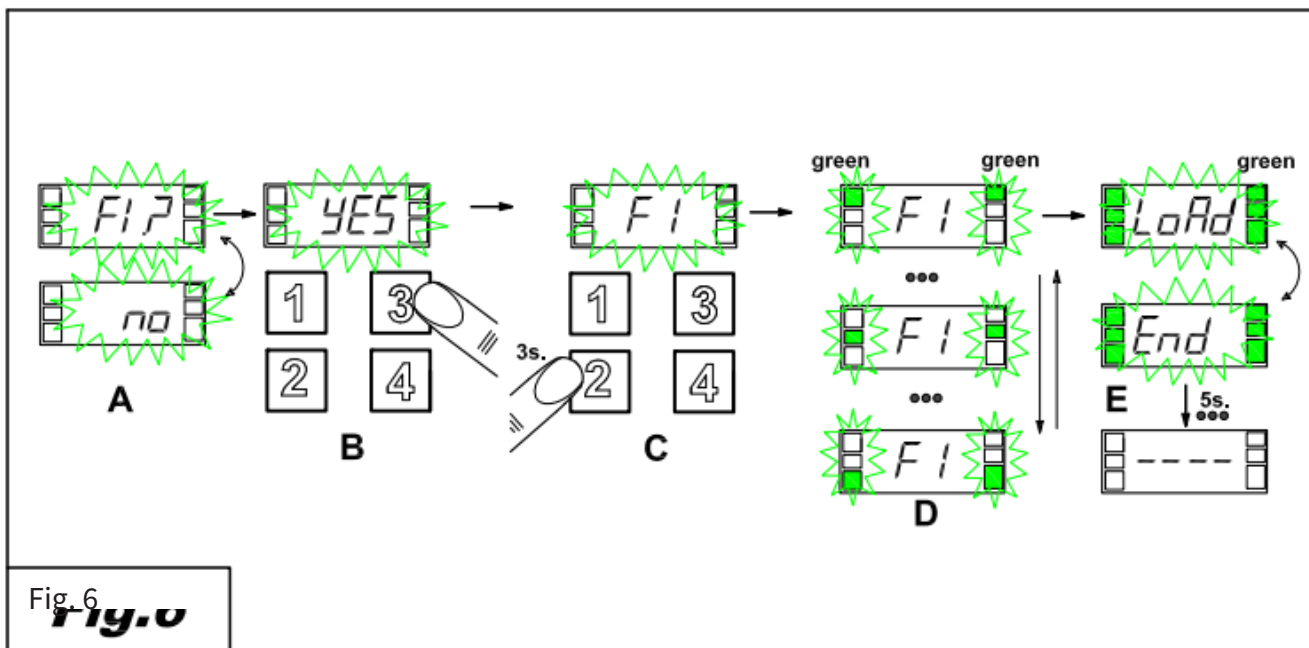

Fig. 6
Le message "FI ?" "no" apparaît alternativement sur l'écran (Fig. 6/A)
Appuyez sur le bouton (3) pour sélectionner "OUI" (Fig. 6/A)
Confirmer en maintenant le bouton (2) enfoncé (Fig. 6/C)
L'appareil commence automatiquement à remplir la chaudière et affiche le message "FI" (fig. 6/D)
Lorsque le message "LoAd" "End" apparaît alternativement sur l'écran, le remplissage est terminé et la machine est prête à être mise en marche (Fig. 6/E)